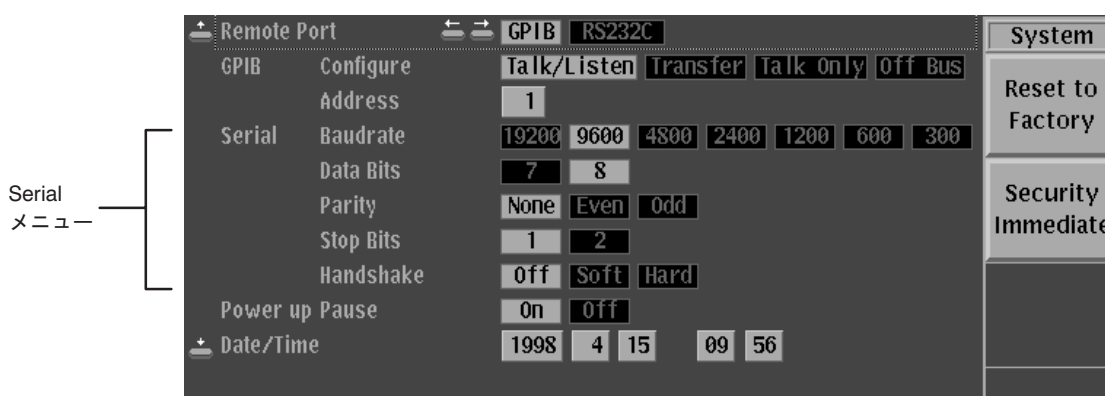

図 1-9: System メニュー
- 手順2: System ボトム・ボタンを押し、System メニューを表示します (図 1-9 参照)。